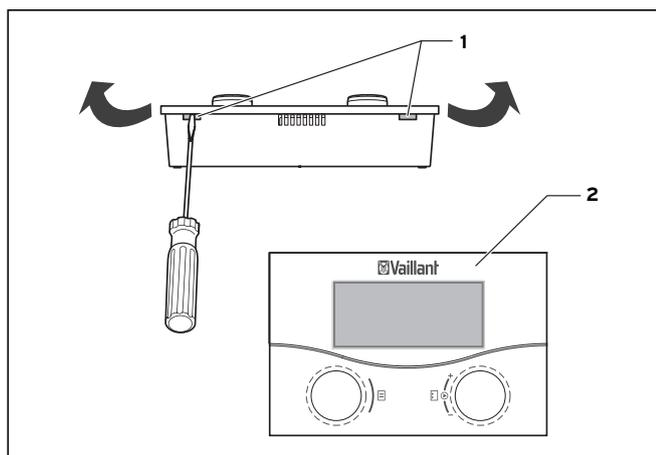

Fig. 3.1 Abrir el aparato de control remoto
- Abra el aparato de control remoto (2) con ayuda de un destornillador en las dos ranuras (1) situadas en el aparato según se indica en la fig. 3.1.